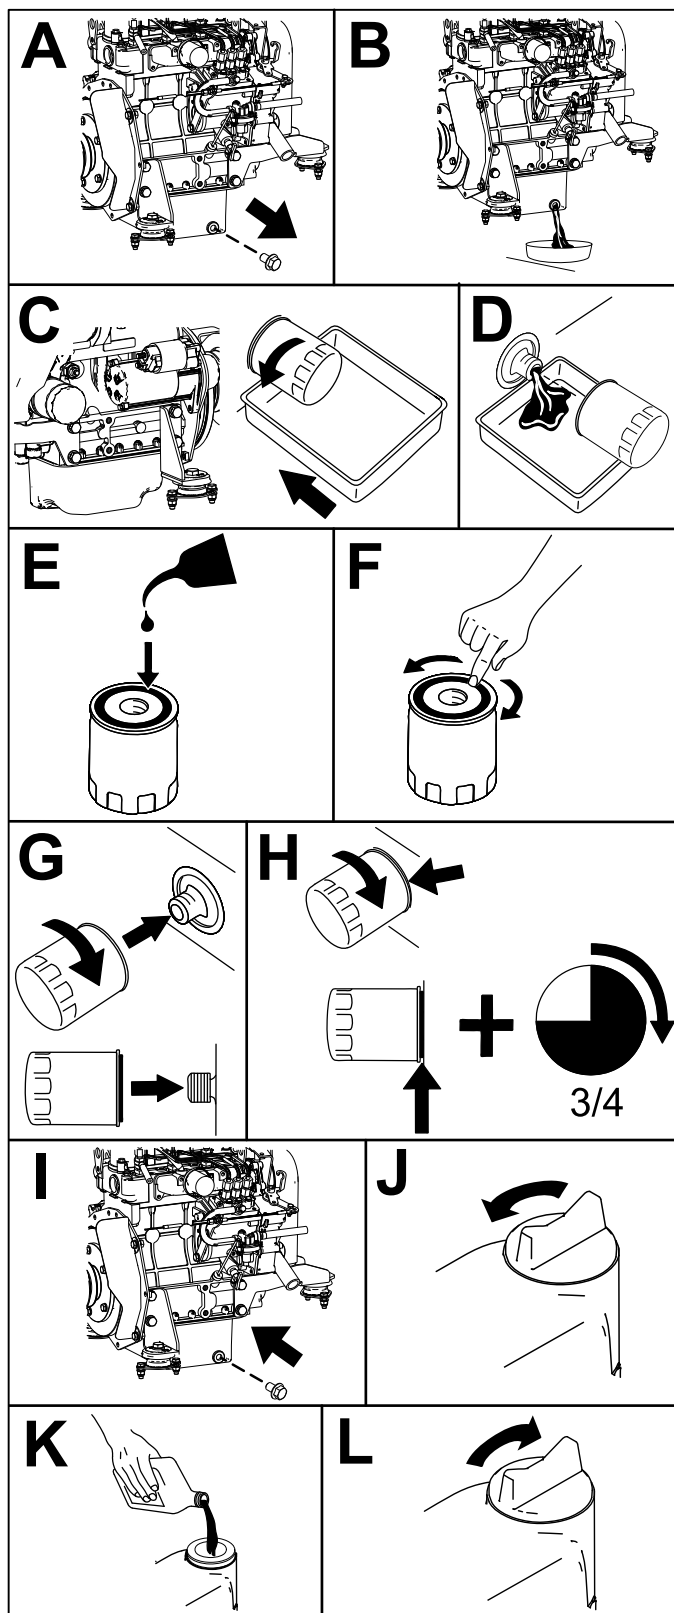

Figura 58
6. Cambie el aceite de motor y el filtro de aceite del motor, tal y como se muestra en la Figura 58.